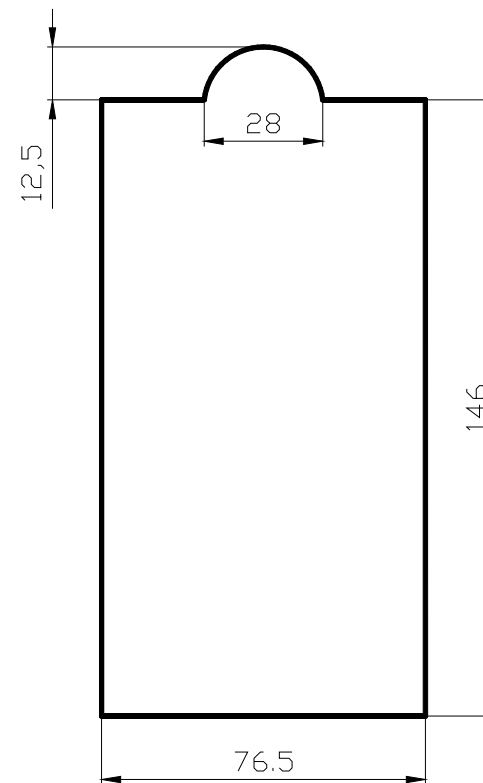

Рис. 9-6 Размеры отверстия для панели оператора ZR
• Размеры отверстия для установки панели приведены на Рис. 9-6.